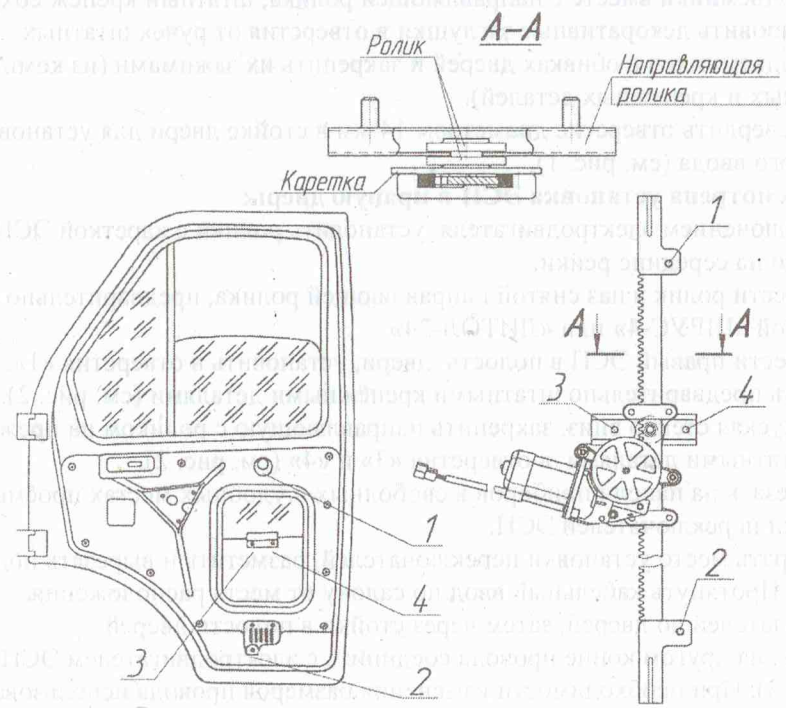

Рис. 2. Установка ЭСП в правую дверь.
6.3. Снять обивку дверей. Опустить стекло так, чтобы стеклодержатель находился напротив прямоугольного окна (см. рис. 2). Зафиксировать стекло в этом положении от самопроизвольного опускания. Снять штатные стеклоподъемники вместе с направляющей ролика, штатный крепеж сохранить.
6.6.3. Ввести правый ЭСП в полость двери, установить в отверстия «1», «2» и закрепить предварительно штатными крепежными деталями (см. рис. 2).
6.6.4. Опуская стекло вниз, закрепить направляющую с роликом на прежнее место штатными деталями в отверстия «3» и «4» (см. рис. 2).